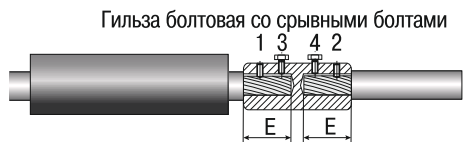

Рисунок 9
4.25.3 Установить на соединяемые жилы гильзу до упора в изоляцию и подтянуть от руки болты в порядке 1-2-3-4 (рисунок 9).